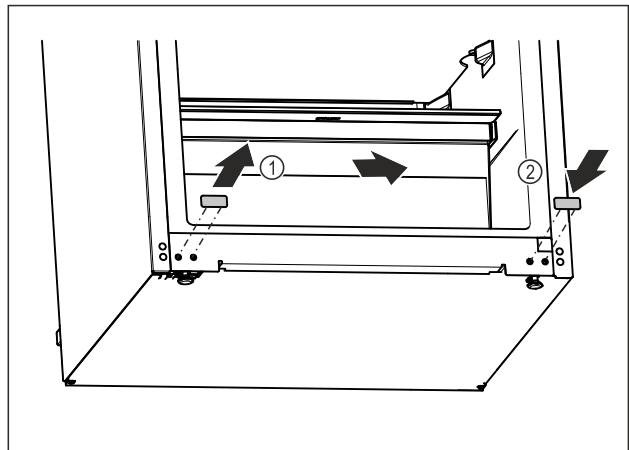

Fig. 16
- Træk dækproppen ud. Fig. 16 (1)
- Indsæt dækproppen på den modsatte side. Fig. 16 (2)